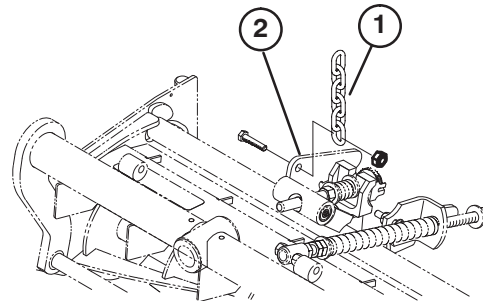

Figure 5
12. Retirez l'écrou de fixation du support du ressort de compensation à la languette du stabilisateur du plateau de coupe (Fig. 5). Insérez la chaîne de basculement sur la vis et fixez l'ensemble avec l'écrou retiré précédemment.